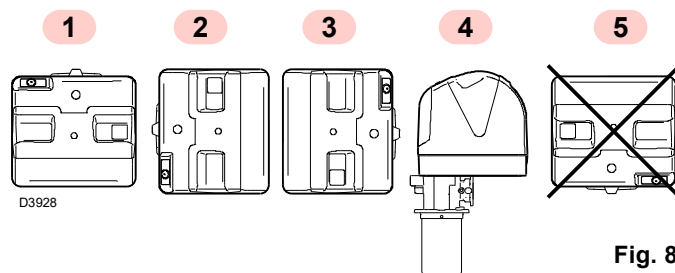

Fig. 8
- O queimador está pré-configurado exclusivamente para o funcionamento nas posições 1, 2, 3 e 4. (Fig. 8).